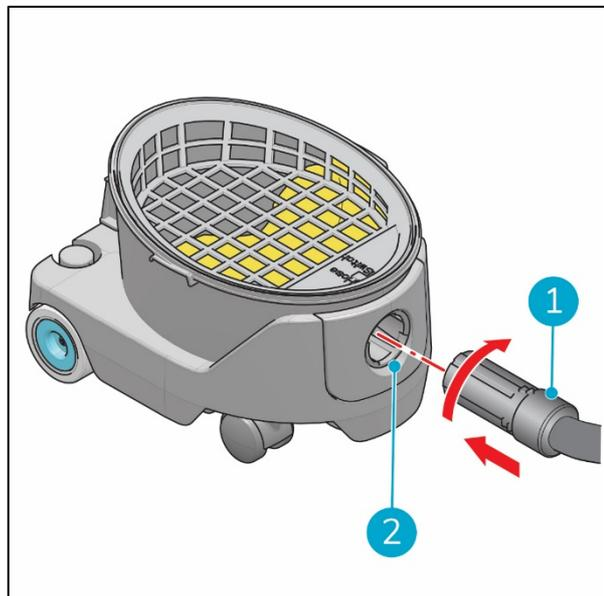

Abbildung 12
14. Stecken Sie den Schlauch (Abbildung 12, Pos. 1) in den Schlauchanschluss (Abbildung 12, Pos. 2) und drehen Sie ihn im Uhrzeigersinn, um ihn zu fixieren.